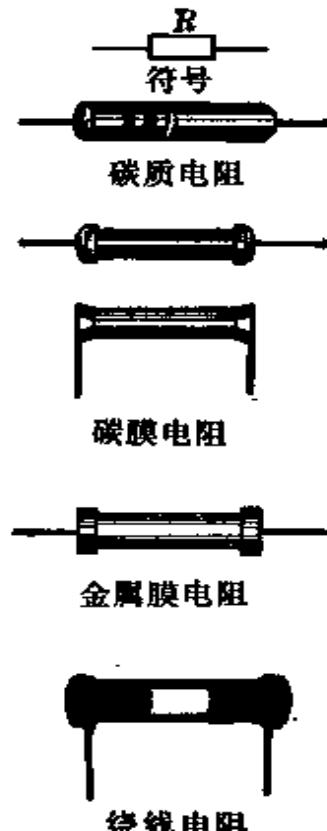

图 3-2
1. 电阻器 电阻器简称电阻,通常用字母 R 表示。电阻是晶体管收音机的常用元件之一。电阻的种类很多,有碳质电阻、碳膜电阻、金属膜电阻、金属氧化膜电阻、线绕电阻等数种。它们的实物和外形如图 3-2 所示。在晶体管收音机中一般选用体积较小的碳膜电阻或金属膜电阻。